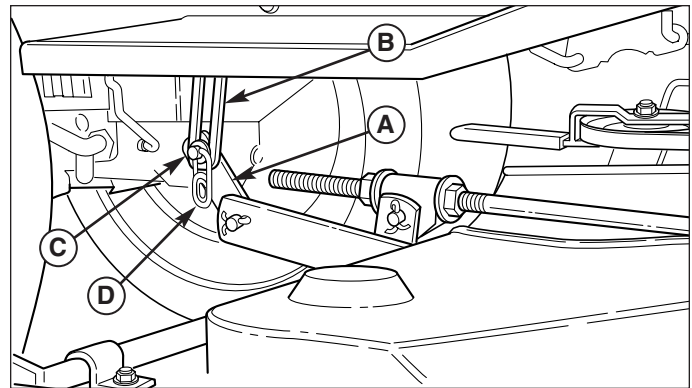

Figure 9. Bras de relevage (vue de dessous du côté droit du tracteur)
4. Séparer le bras de relevage de la tondeuse (A, figure 9) du bras de relevage du tracteur (B). Remettre la rondelle et le clip de sûreté (D) en place.
4. Voir la figure 9. Raccorder le bras de relevage de la tondeuse (A) au bras de relevage du tracteur (B) au moyen de la rondelle plate (C) et du clip de sûreté (D).